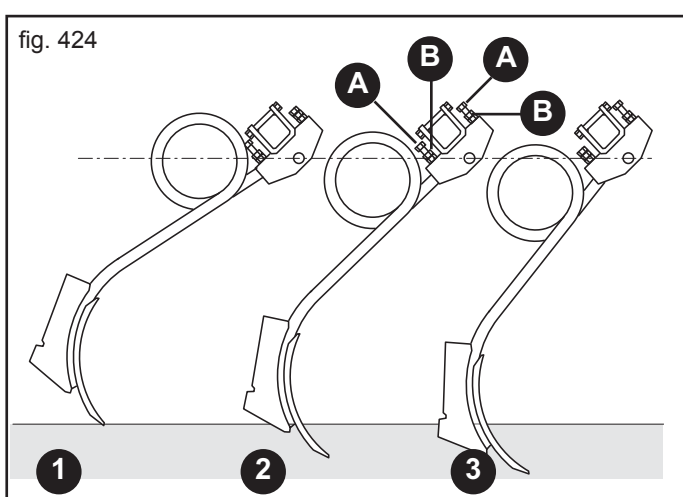

fig. 424
Afrojando las tuercas (B, Fig. 424) y moviendo los tornillos (A, Fig. 424), es posible variar individualmente la influencia de penetración de cada brazo:
- Siembra superficial (1, Fig. 424);
- Siembra de mediana profundidad (2, Fig. 424);
- Siembra profunda (3, Fig. 424).
Este surcador tiene un muelle que permite regular la presión sobre el suelo: aumente o disminuya la presión por medio de la tuerca (E, Fig. 424).